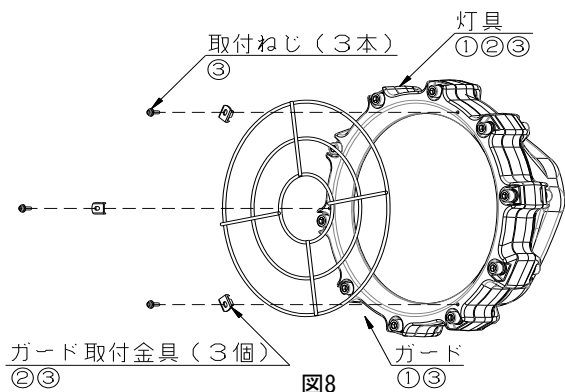

図8
■オプション品1 : ガード(図8 : LZIB13082の例です)